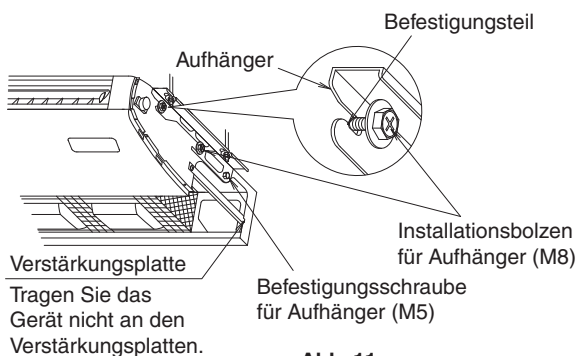

Abb. 11
- Heben Sie das Innenaggregat an, schieben Sie es von vorne her und setzen Sie den Installationsbolzen der Aufhängung (M8) für die temporäre Aufhängung ein. (Siehe Abb. 11)**
- Ziehen Sie die Befestigungsschrauben der Aufhängung (M5) an den 2 Stellen fest, von denen sie zuvor entfernt wurden. (Siehe Abb. 11)**
- Ziehen Sie die Installationsbolzen der Aufhängung (M8) an 4 Stellen sicher fest. (Siehe Abb. 11)**